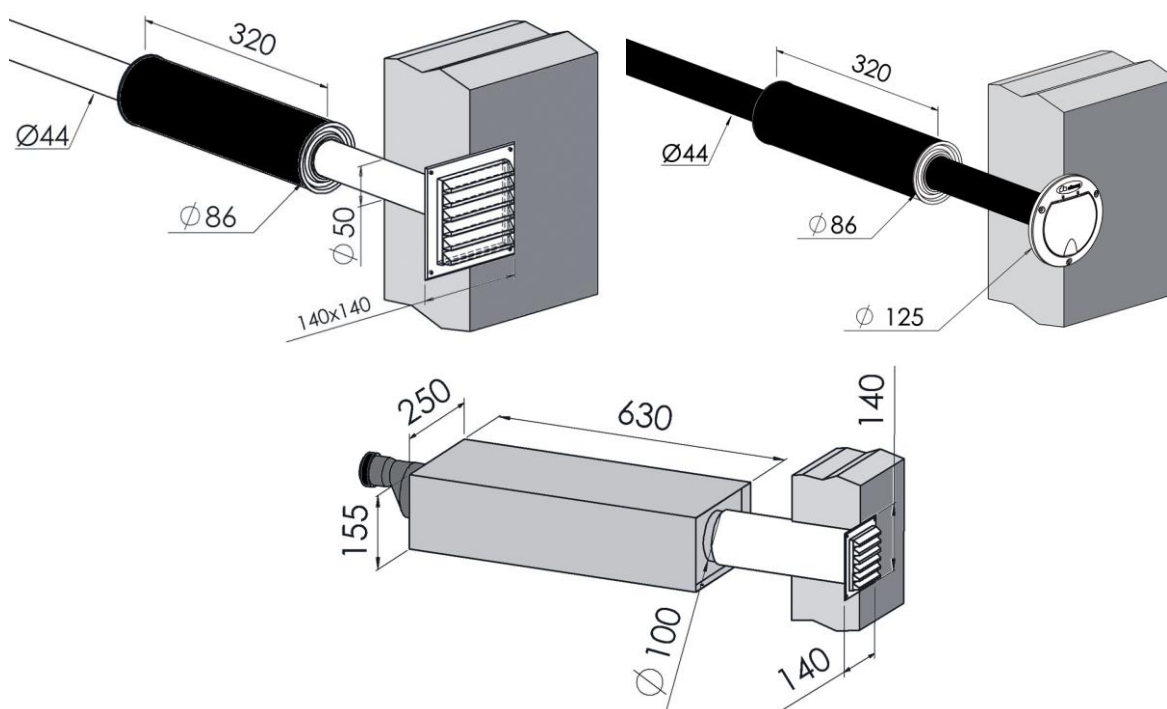

Figura 3.15 Dimensões encanamento de Escape
- contratoma com saída em linha reta e, (Figura 3.15)